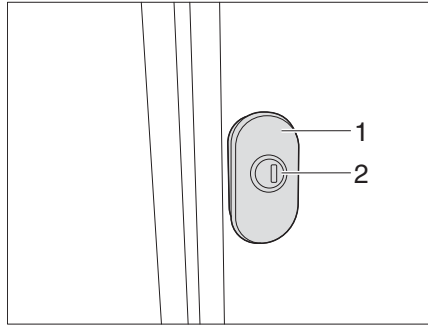
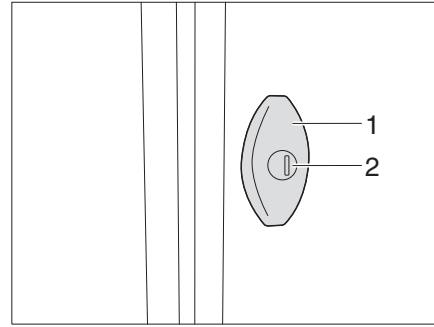

Bild 50 Vridspännlås (variant 1)
Bild 51 Vridspännlås (variant 2)
- Stick in nyckeln i låscylindern (Bild 50/Bild 51,1) och vrid ett kvarts varv. Lucklåset är upplåst.
- Dra i vridspännlåset (Bild 50/Bild 51,2) och vrid i 180° moturs. Den utvändiga luckan är öppen.